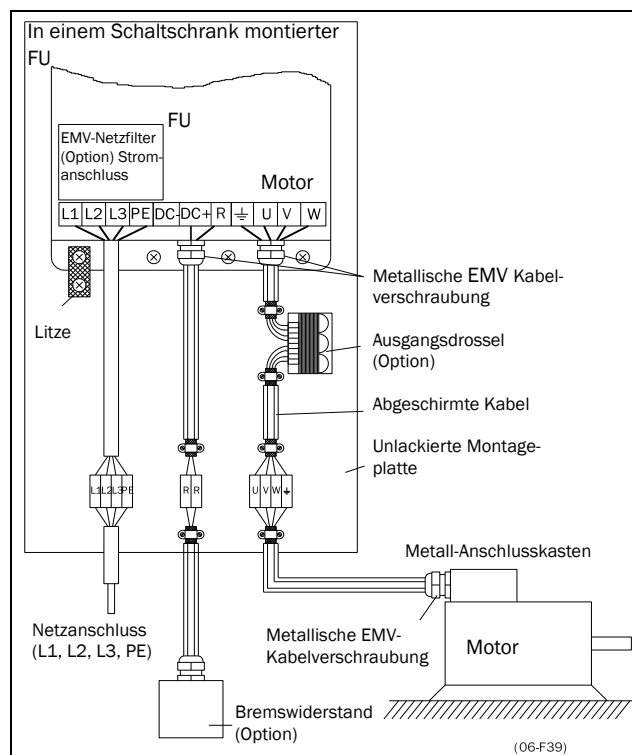

Abb. 23 Frequenzumrichter auf einer Montageplatte im Schaltschrank
- Der PE-Leiter gemäß Abb. 23 ist nur bei lackierter Montageplatte erforderlich. Sämtliche Frequenzumrichter haben eine unlackierte Rückseite und sind daher für die Montage an eine unlackierte Montageplatte geeignet.
Die Motorkabel sind gemäß U - U, V - V und W - W anzuschließen, siehe Abb. 23 und Abb. 24.
Sind die Motorkabel durch Reparaturschalter, Ausgangsdrosseln usw. unterbrochen, muss die Abschirmung durch Metallgehäuse, metallene Montageplatten usw. über die Unterbrechung hinweg geschlossen werden, siehe Abb. 23.
- Wenn der Frequenzumrichter in einem Standard-Schaltschrank montiert wird, muss die interne Verkabelung dem EMV-Standard entsprechen. Abb. 23 zeigt ein Beispiel eines FU in einem Schaltschrank.